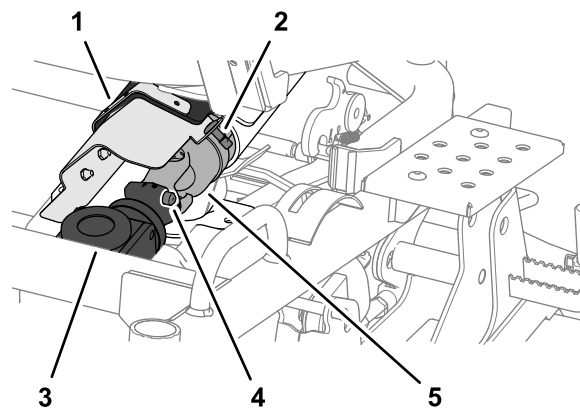

Figura 112
1. Rotii elementul de fixare cu un sfert de tură i deschidei capacul articulaiei universale de la capacul curelei (Figura 112).
2. Deconectai capătul din față al arborelui de transmisie de la cutia de viteze a punii mainii de tuns iarba apăsând sistemul cu pin i arc i apoi trăgând capătul arborelui de transmisie în spate (Figura 112).
1. Alinai canelurile cuplajului universal al arborelui de transmisie cu canelurile din cuplajul cutiei de viteze; consultai Figura 112 din Deconectarea arborelui de transmisie de la cutia de viteze a punii mainii de tuns iarba (Pagină 74).
2. Apăsai sistemul cu pin i arc i apoi împingei capătul arborelui de transmisie în față; consultai Figura 112 din Deconectarea arborelui de transmisie de la cutia de viteze a punii mainii de tuns iarba (Pagină 74).
3. Eliberai sistemul cu pin i arc i verificai dacă cuplajul universal al arborelui de transmisie este blocat în cutia de viteze a punii de mainii de tuns iarba; consultai Figura 112 din Deconectarea arborelui de transmisie de la cutia de viteze a punii mainii de tuns iarba (Pagină 74).
4. Închidei capacul cuplajului universal i fixai-l la capacul curelei cu dispozitivul de fixare cu rotire un sfert de tură; consultai Figura 112 din Deconectarea arborelui de transmisie de la cutia de viteze a punii mainii de tuns iarba (Pagină 74).